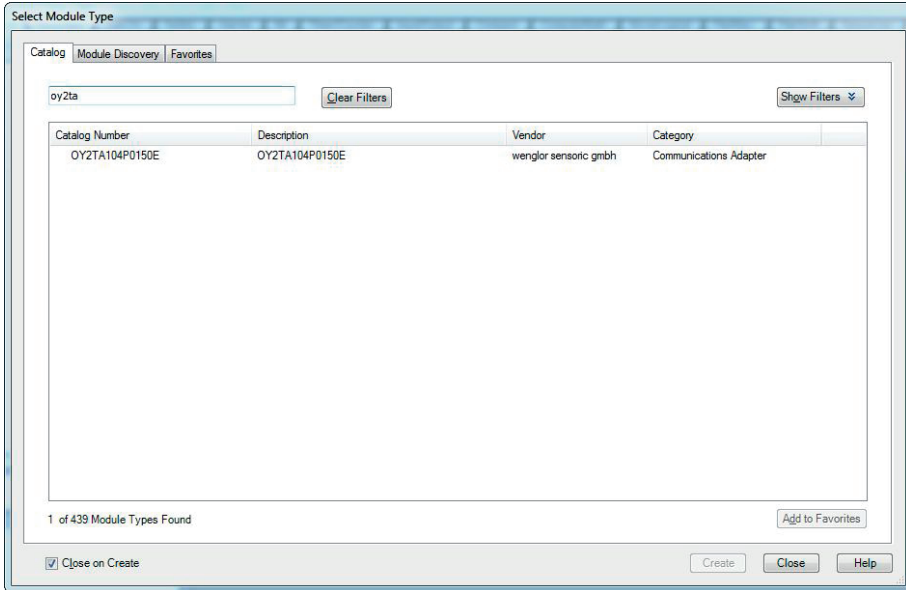

Abbildung 14: Search in Catalog
- Unter dem Reiter „Catalog“ kann man auch nach Devices suchen. Im Beispiel wird der Lichtlaufzeitsensor OY2TA104P0150E angezeigt (Abbildung 14).